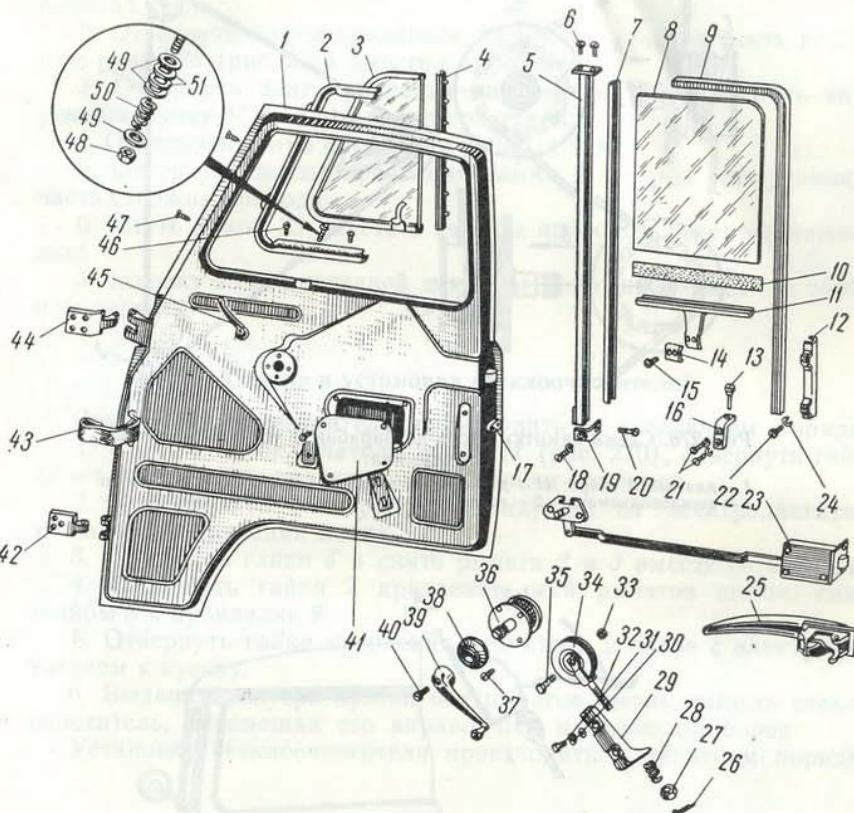

Рис. 275. Передняя дверь:
1. Отвернуть винты крепления крышки монтажного люка и снять крышку 41 (рис. 275).
2. Отвернуть винты крепления наружной ручки и снять наружную ручку 25 (рис. 275) вместе с корпусом.
2. Опустить стекло в нижнее положение и вывернуть винты 15 (рис. 275) крепления кронштейна обоймы стекла к тросу.